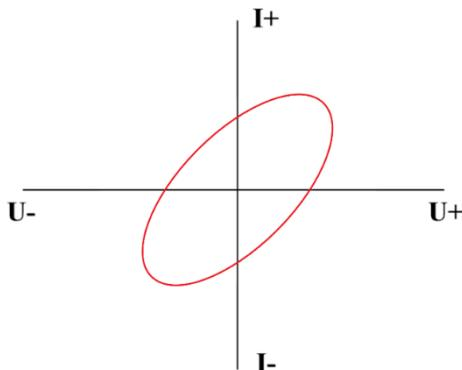

Рисунок 9. Внешний вид графика ВАХ RC – цепочки.
- RC – цепочка на ВАХ будет выглядеть следующим образом (Рисунок 9):